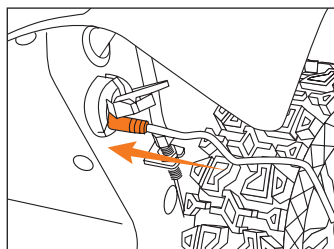

Рис. 20
- Откройте крышку и подсоедините штекер зарядного устройства за правым колесом (Рис. 20).